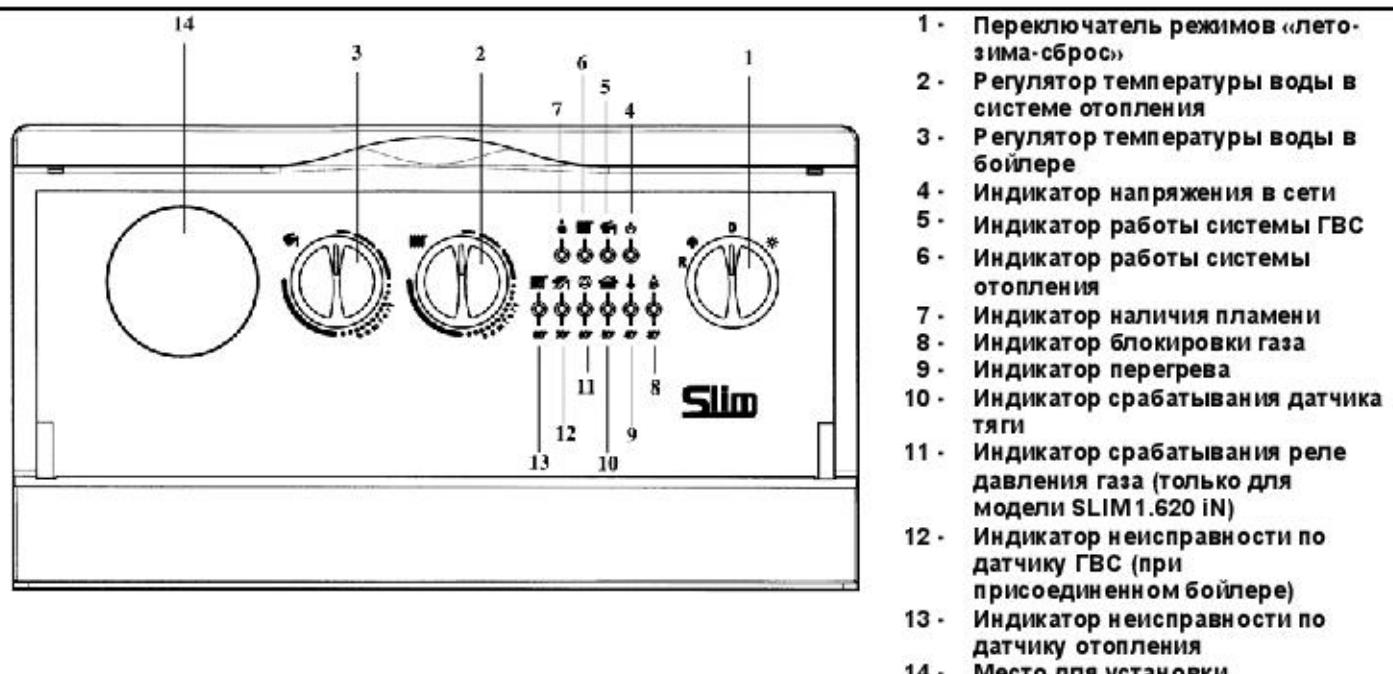

Рис. 1: Панель управления котла
- установить переключатель режимов «лето - зима» (рис. 1, позиция 1) в режим «зима»
- установить регулятор температуры воды в системе отопления (рис. 1, позиция 2) на нужное значение.
Важная информация: при переключателе режимов «лето - зима» (рис. 1, позиция 1), установленном в положении «зима» , перед каждым очередным включением котла по сигналу регулятора системы отопления установлена задержка на несколько минут (для того чтобы избежать частых включений/выключений). Для того чтобы горелка включилась сразу, переведите переключатель в положение (0), а затем снова установите режим «зима».
Внимание! При первом включении внутри трубы подачи газа могут образоваться воздушные пробки. В таких случаях горелка не будет включаться и произойдет блокировка котла по газу (загорается красная лампочка блокировки котла - рис. 1, позиция 8). При возникновении данной проблемы повторите процесс включения котла до поступления газа в горелку, кратковременно установив перед включением переключатель режимов (рис. 1, позиция 1) в положение  (сброс).
Регулятор температуры воды в бойлере (рис. 1, поз. 3) может использоваться только при наличии накопительного бойлера. В этом случае возможно отрегулировать температуру воды контура ГВС, установив регулятор на нужное значение.
Приоритет ГВС можно отключить установив регулятор (рис. 1, поз. 3) на минимальное значение в соответствии с функцией защиты от замерзания воды в бойлере.
Данное устройство может быть снабжено комнатным термостатом для контроля температуры отапливаемого помещения. В этом случае регулятор температуры воды в системе отопления (рис.1, поз. 2) устанавливается в максимальное положение, а сигналы на включение и выключение котла поступают от комнатного термостата.
При отсутствии комнатного термостата температура помещения регулируется косвенным образом при помощи регулятора температуры воды в системе отопления (рис.1, поз. 2); при таких условиях насос системы отопления работает постоянно. Для увеличения температуры повернуть регулятор по часовой стрелке, для уменьшения - против часовой стрелки.
- Установить переключатель режимов (рис. 1, поз. 1) в положение (0), проследив, чтобы лампочка-индикатор (рис. 1, позиция 4) погасла; таким образом, прекращается подача электричества на котел.
- переключатель режимов (рис.1, позиция 1) не установлен в положение (0);